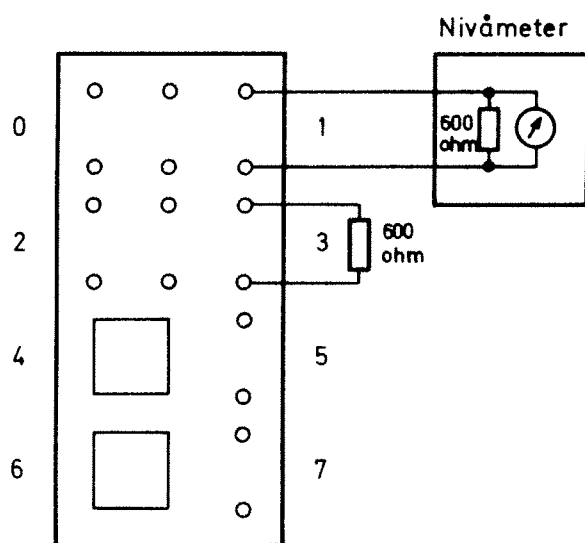

Bild 2
3.3.1 Anslut nivåmetern och ett motstånd på 600 ohm till mätfältet på fronten av spärrfilter 1680/1860 Hz, se bild 2.